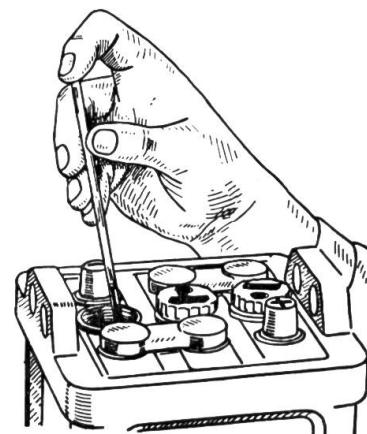

Fig. 3:
3. Säureniveau regelmäßig mittels Glasröhrchen (Fig. 3) oder sauberem Holzstab kontrollieren (im Sommer jede Woche, im Winter alle 2 Wochen). Die Säure muss die Platten um 6 bis 10 mm überdecken. Verdunstete Flüssigkeit darf nur durch destilliertes Wasser, nie durch gewöhnliches Regen- oder Schneewasser ersetzt werden. Säure darf nur nachgefüllt werden, wenn solche ausgelaufen ist. (Fachmann beziehen!)